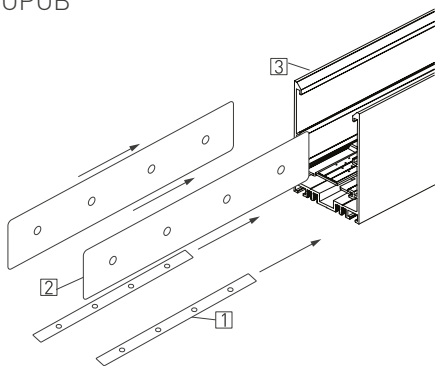

Рис. 5. Установка соединителей в пазы шинопровода
- 3.20. Установите в пазы шинопровода [3] коннекторы SIDE [2] и UP [1] на половину длины и закрепите их установочными винтами из комплекта поставки (см. рисунок 5).